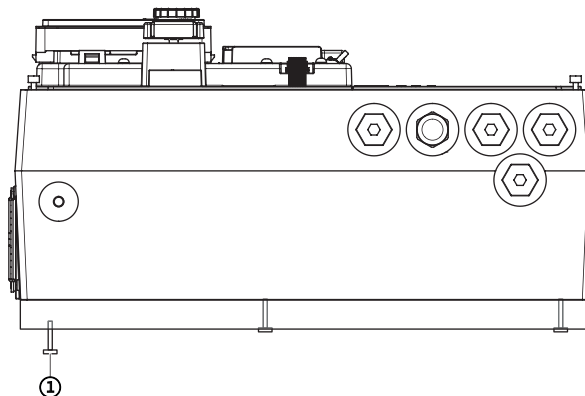

Fig. 116: Adapterplaat losmaken
6. Draai de schroeven van de adapterplaat aan de onderkant van de elektronica-module (Fig. 116, pos. 1) los.